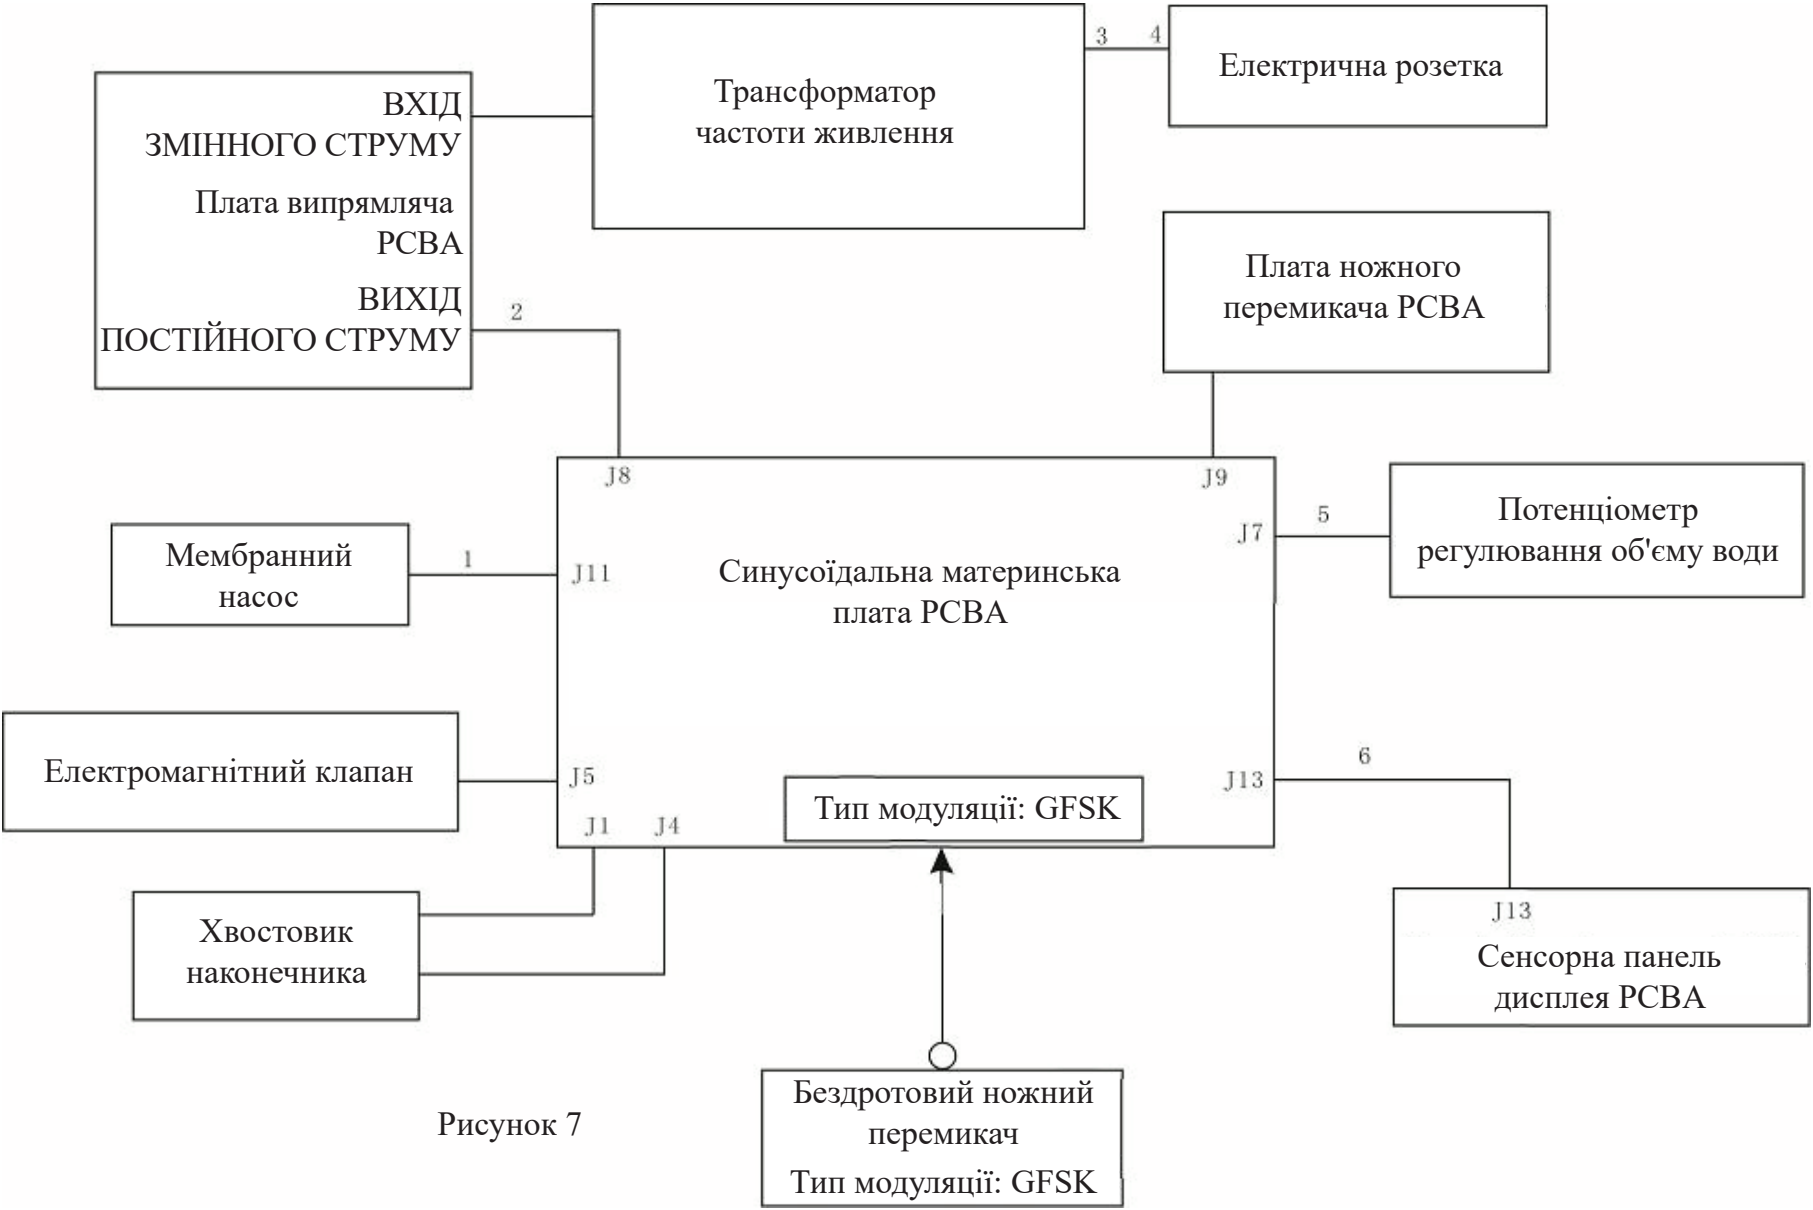

Рисунок 7
13.2 Рисунок 7, що додається: принципова електрична схема